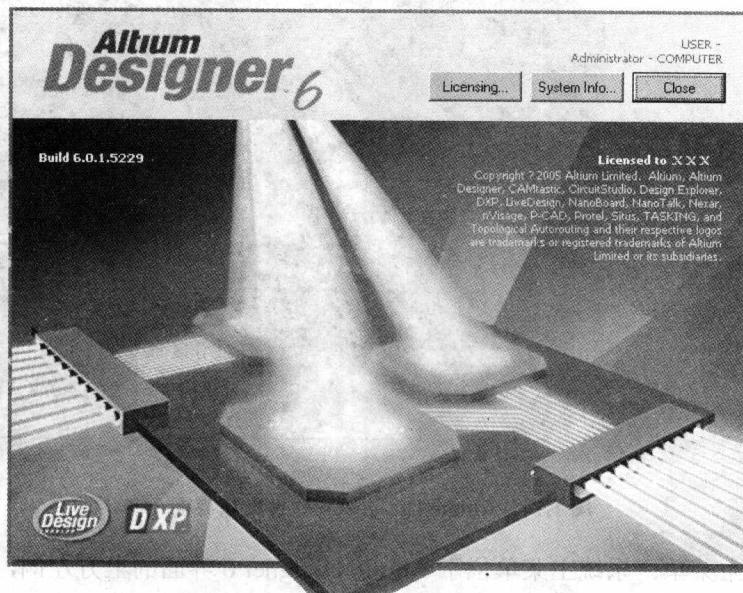

图1.13 版本信息窗口
(3) 选择“Help”→“about”命令，打开如图1.13所示的版本信息窗口。